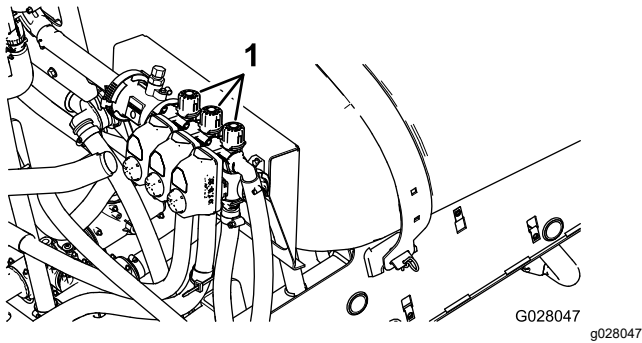

Figura 85
2. Desactive el interruptor de sección izquierda y ajuste la válvula de desvío de sección izquierda (**Figura 85**) hasta que la presión marcada coincida con el nivel previamente ajustado (normalmente 2,75 bar).
4. Ajuste la válvula de desvío de sección derecha (Figura 85) hasta que la presión marcada coincida con el nivel previamente ajustado (normalmente 2,75 bar).
6. Ajuste la válvula de desvío de sección central (Figura 85) hasta que la presión marcada coincida con el nivel previamente ajustado (normalmente 2,75 bar).